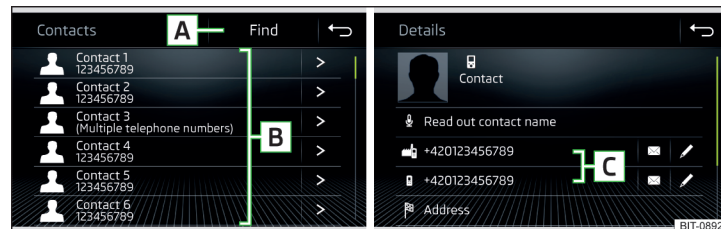

Abb. 153 Liste der Telefonkontakte / Kontaktdetails
- ▶ Im Hauptmenü *Telefon* die Funktionsfläche  antippen, es wird eine Liste der Telefonkontakte angezeigt » Abb. 153.